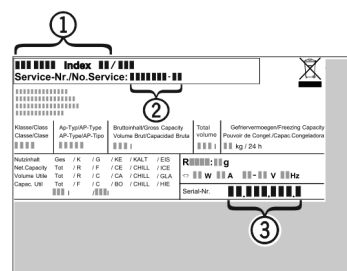

Fig. 35
- ▶ Odczytać z tabliczki znamionowej oznaczenie urządzenia Fig. 35 (1), nr serwisowy Fig. 35 (2) oraz numer seryjny Fig. 35 (3). Tabliczka znamionowa znajduje się po lewej stronie wewnątrz urządzenia.
- ▶ Poinformować serwis i podać opis zakłócenia, oznaczenie urządzenia Fig. 35 (1), nr serwisowy Fig. 35 (2) oraz numer seryjny Fig. 35 (3).